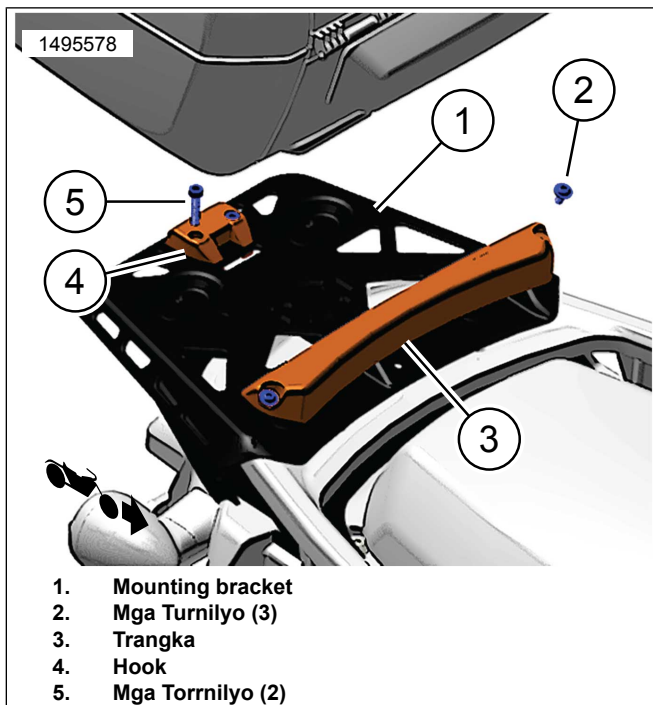
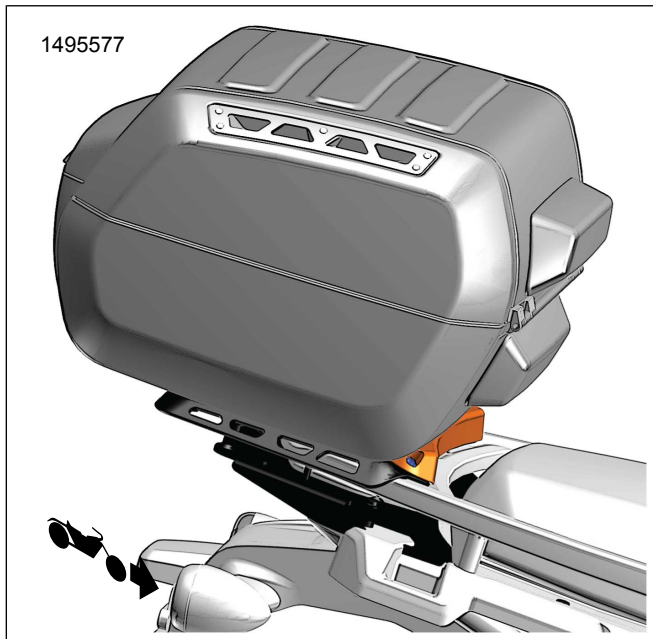

Figure 13. Mount Kit (53000812)
Figure 14. Pagkakabit ng Top case
1. Figure 13 Ikabit ang pang-mount na kit sa pang-mount na bracket.
- a. Ikabit ang latch (3) gamit ang tatlong turnilyo (2) sa harap ng pang-mount na bracket (1). Higpitan.
3. Tingnan ang Figure 13 at Figure 14 . I-slide ang top case sa harapang latch (3), diinan ito hanggang mag-click papasok sa likurang hook (4).